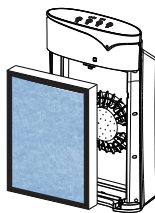

图3
- 3、安装复合滤网：将复合滤网有提手的一面朝外，装配进去，装配到位。(图3)